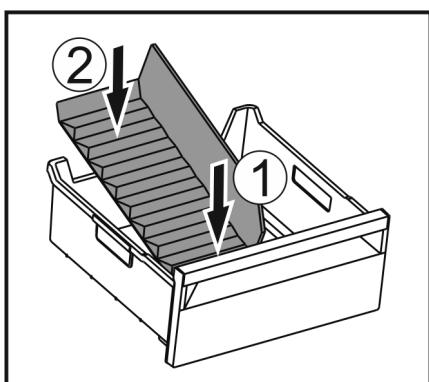

Fig. 50
- Vložte prednú časť oddelovača zásuvky na ľad. Fig. 50 (1)
► Spushťte zadnú časť oddelovača zásuvky na ľad až na dno zásuvky. Fig. 50 (2)